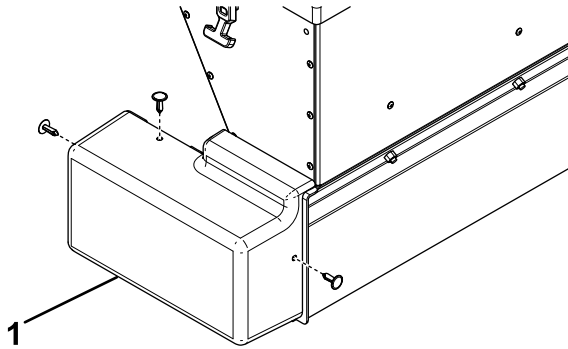

Figura 4
1. Retire y guarde la cubierta del motor (Figura 4).